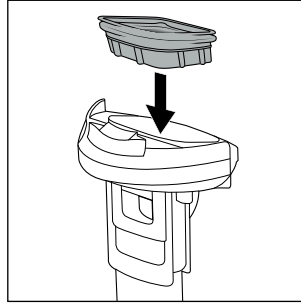

Fig. 28
- ♦ Sæt snavsfilteret **10** på låget til beholderen til snavsset vand **9**, når delene er tørre (se fig. 28).